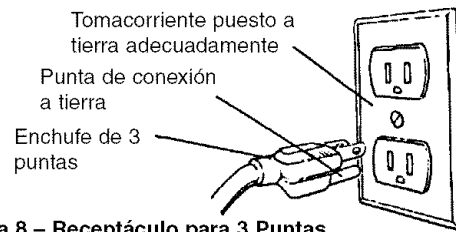

Figura 8 – Receptáculo para 3 Puntas
- Esta herramienta viene equipada con un cable especificado para 150 V y un enchufe de 3 puntas para conexión a tierra (véase la Figura 8) que lo protege a usted de un electrochoque.
- El enchufe de conexión a tierra deberá conectarse directamente a un zócalo para 3 clavijas instalado y conectado debidamente a tierra, tal como se muestra (véase la Figura 8).